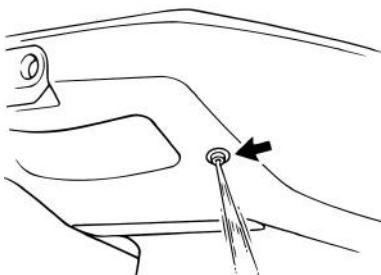

Рис. 35 Выход воды
- После запуска двигателя проверьте выход воды из системы охлаждения двигателя. Вода должна течь постоянно (Рис. 35).